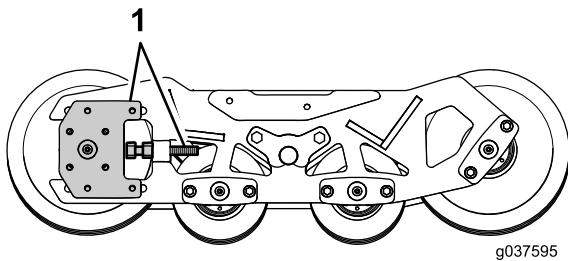
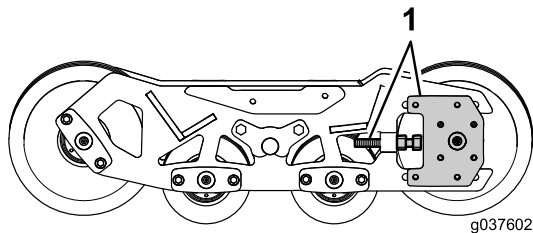

Figura 13
Figura 14
1. Coloque el bastidor del chasis para que los ajustadores de oruga queden alejados del centro de la máquina, como se muestra en Figura 13 y Figura 14.
Nota: Figura 13 y Figura 14 muestran únicamente los ajustadores de oruga externos, no los internos.